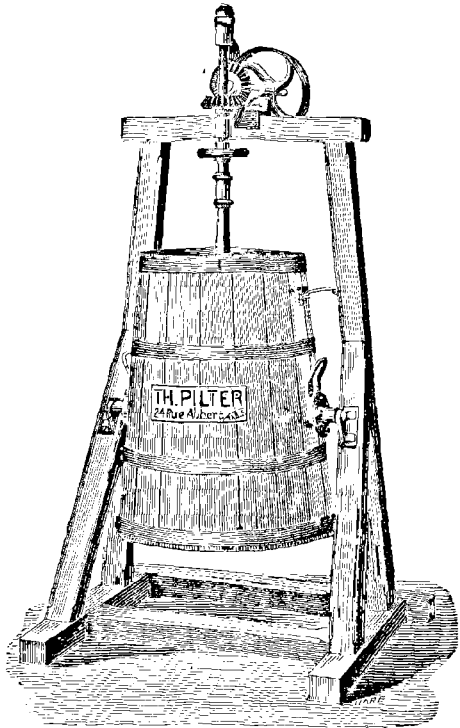

Fig. 189. Baratte danoise.
**1er PROCÉDÉ.** — Le plus ancien, il consiste à enlever la crème formée à la surface, à la battre dans une *baratte* (fig. 189) ou à la main et à laver jusqu'à eau claire; le liquide blanchâtre qui se sépare est dit *lait de beurre* ou *babeurre* et on en fait du fromage de qualité moyenne.